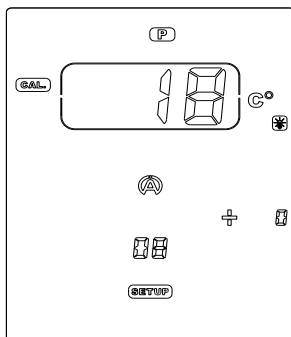

Figure 23
- 3) Raccordez le capteur de température (figure 23)